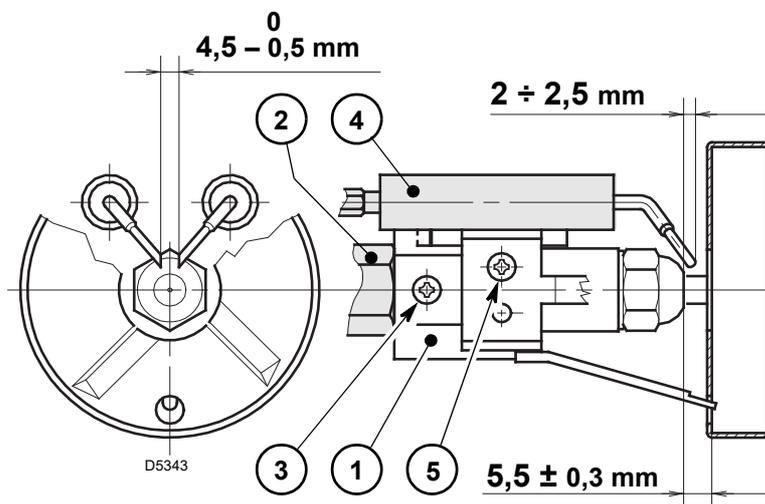

Fig. 11
Le misure in Fig. 11 devono essere rispettate.
- Appoggiare il gruppo supporto elica 1)(Fig. 11) al portaugello 2)(Fig. 11) e bloccare con la vite 3)(Fig. 11). Per eventuali aggiustamenti del gruppo elettrodi 4) allentare la vite 5)(Fig. 11).